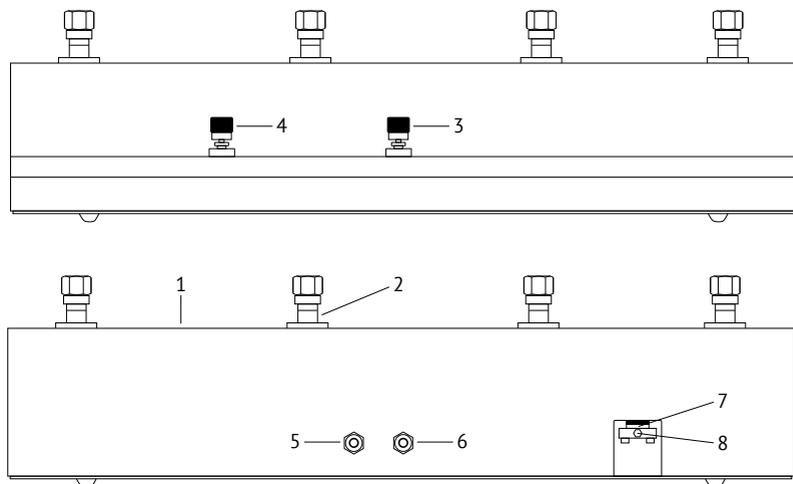

Рис.1. Вид спереди и сзади:
4.1 Внешний вид панели показан на Рис. 1.
4.2 Корпус панели ПСКА выполнен из стального листа толщиной 2.5 мм и покрыт порошковой эмалью. Сверху панели ПСКА расположены 4 стойки 2 (Рис. 1), 2-я слева (рекомендуется) для ОСИ, остальные для рабочих СИ. Для повышения и снижения давления служат вентили 3 и 4. С задней стороны расположены быстросъемные соединения 5 и 6 (при поставке совместно с К-9, К-25 и вакуумным насосом. При поставке только панели ПСКА, выход — резьба  $G\frac{1}{4}$ ) для подключения источника давления или разряжения. Также на задней стороне расположено окно для обслуживания грязеуловителя 7. Для слива конденсата из грязеуловителя служит винт 8.
5.9 *Запрещается* наклонять панель ПСКА без предварительной очистки грязеуловителя по п. 8.4, 8.5, так как конденсат находящийся в грязеуловителе может попасть в вентили 3, 4 (Рис. 1) ухудшив их характеристики.
8.3.1 Создать в панели ПСКА давление 5—8 бар и резко, с помощью *вентиля 4 (Рис. 1)*, сбросить его. При этом большая часть конденсата, образовавшегося в трубках панели ПСКА перейдет в грязеуловитель.